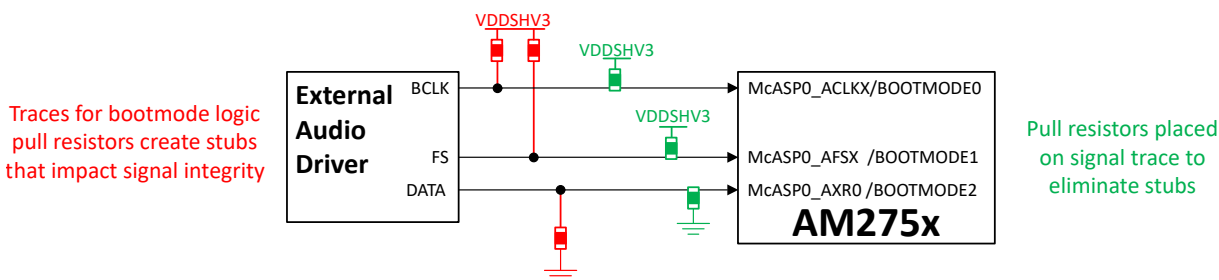

図 4-1. McASP 信号トレース スタブ
- 外部プル抵抗は信号トレースと直列に配置し、スタブを導入しないようにする必要があります。図 4-1 に、トレース スタブ付きとトレース スタブなしのプル抵抗の例を示します。設計時には、緑色の実装を再現する必要があります。